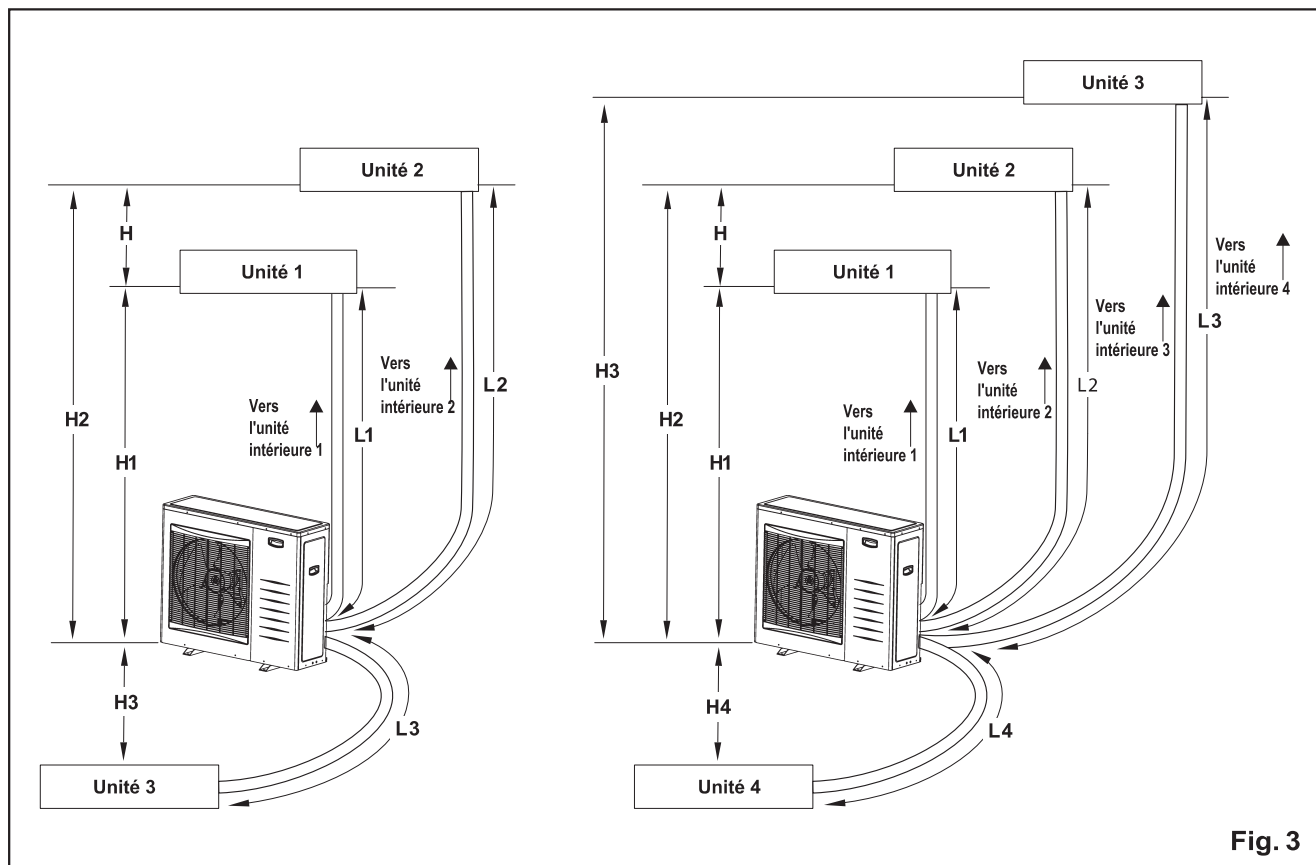

Fig. 3
6. Référez-vous à la figure 3 pour les distances permises d'installation.